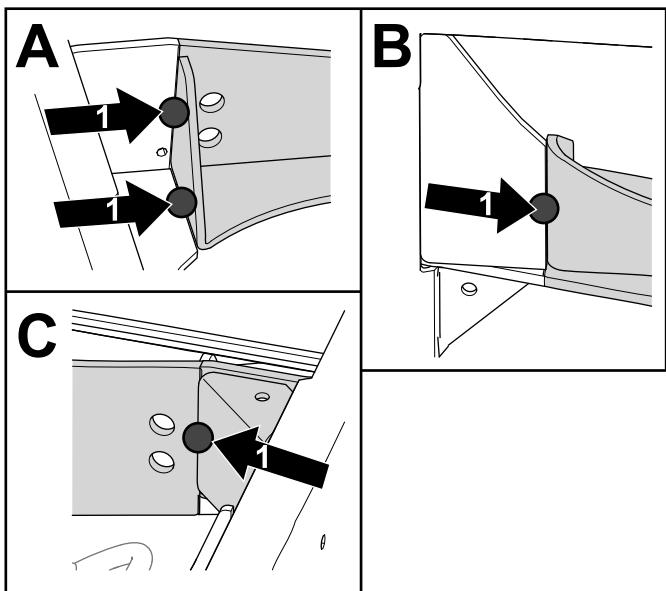

Figura 14
- Aplique soldaduras por puntos en el exterior, por debajo y donde el soporte de esquina entra en contacto con el soporte del eje, para sostenerlo en su lugar (Figura 14). Repita el procedimiento en el otro lado.